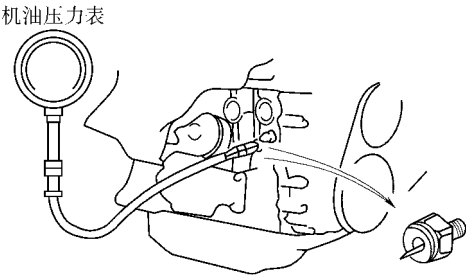

图 3-6 安装机油压力表
- (4) 安装机油压力表，如图 3-6 所示。
- (5) 起动发动机。起动发动机预热到正常的工作温度。